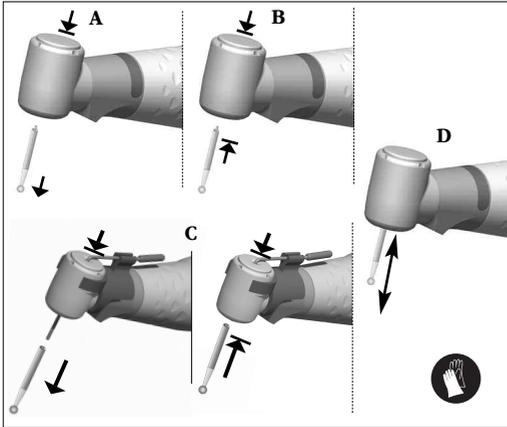

fig. 2
- Desligar o instrumento do motor de acionamento e retirar a broca **fig. 2.**